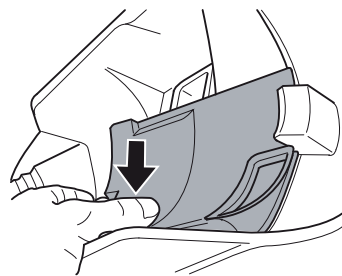

Abb. 31
11. Arretieren Sie dann die Verriegelung der Filter-Abdeckung durch Drücken (Abb. 31), bis sie deutlich hörbar einrastet.